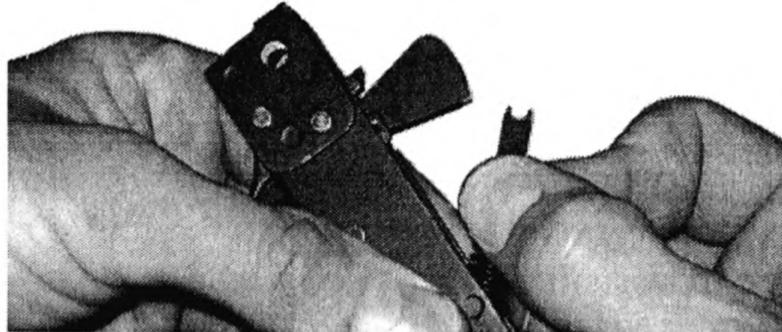

Рис. 10
- взявшись двумя пальцами за пластинчатую часть вилки, сжать боевую пружину и вывести ее из зацепления с курком; повернуть вилку с пружиной на цапфах упора боевой пружины, отделить боевую пружину с вилкой (рис. 10);